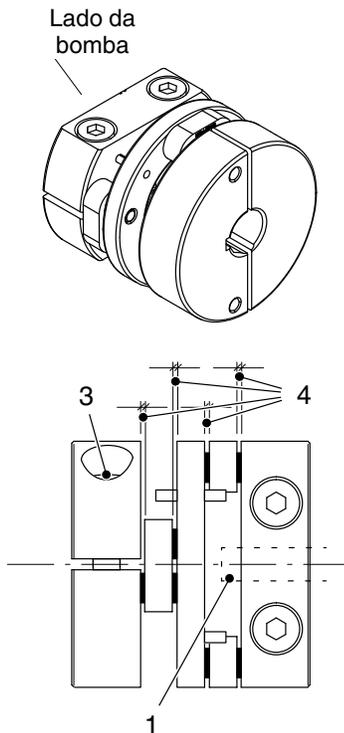

Fig. 7-23
3. Enfie o veio do motor (1, fig. 7-23) no acoplamento, de modo que ele fique à face com o primeiro elemento do acoplamento, ou que, quanto muito, fique saliente de 1 a 2 mm (0,04 - 0,08 in).
4. A folga axial, quer dizer a soma das quatro folgas (4, fig. 7-23) tem de ser de pelo menos 2 mm (0,08 in) de ar, para ter em conta a dilatação térmica durante a operação.
5. Aperte os parafusos do acoplamento (3, fig. 7-23). Binário de aperto: 36 Nm (320 lbin).